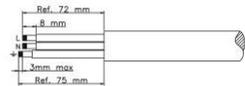

Abbildung 8
Schritt 1: Entfernen Sie die Isolation in der Länge von 8mm für 3 Leiter. Kürzen Sie Phase L und den neutralen Leiter um N 3mm. Siehe Abbildung 8.